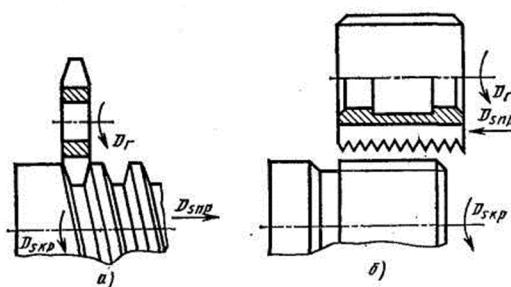

Рисунок 1 – Схемы фрезерования наружной резьбы фрезой:
2. Составить конспект лекции. Обязательно изобразить рис.1 - Схемы фрезерования наружной резьбы фрезой
Резьбофрезерованием нарезают наружные и внутренние резьбы. Схема обработки наружной резьбы дисковой фрезой показана на рис. 1, а, а многониточной (гребенчатой) фрезой — на рис. 1, б.